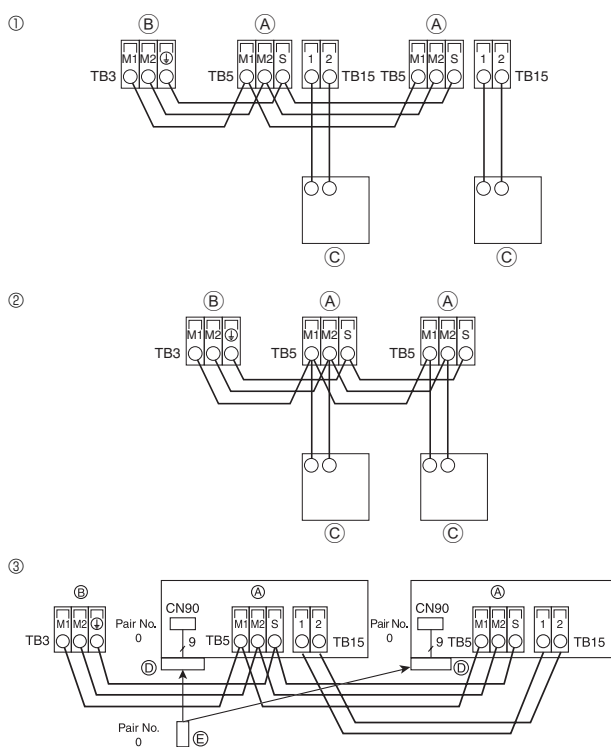

Fig. 6-3
6.4. Ligação dos cabos de transmissão do controlo remoto e das unidades interior e exterior (Fig. 6-3)